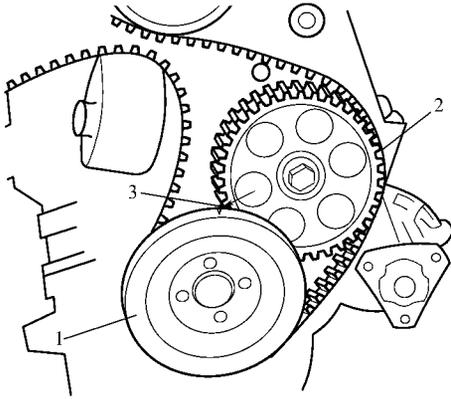

图 2-11 对齐中间轴同步带轮上的标记
(4) 使曲轴 V 形带轮上的上止点记号和中间轴同步带轮上的记号对齐,如图 2-11 所示。
(5) 将同步带装到凸轮轴同步带轮上。